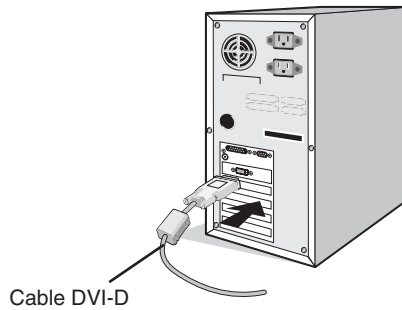

Figura A.1
2. **Para PC con salida digital DVI:** conecte el cable DVI-D al conector del controlador de pantalla de su sistema (**figura A.1**). Apriete todos los tornillos.